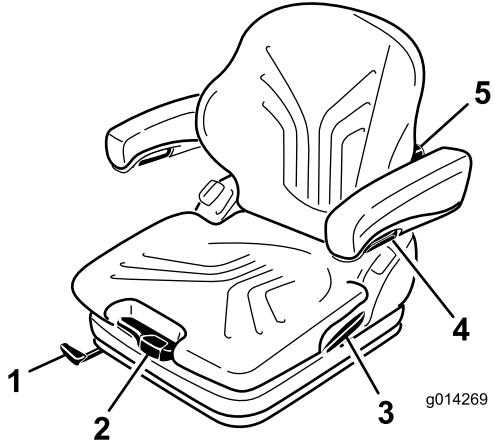

Рисунок 22
Регулировка сиденья по массе тела оператора осуществляется вытягиванием или нажиманием рычага регулировки по массе тела (Рисунок 22).
1. Для регулировки поднимите рычаг, чтобы разблокировать сиденье (Рисунок 22).
Поворачивая головку регулировки вверх, можно изменять изгиб подушки верхней части спинки. Поворачивая головку регулировки вниз, можно изменять изгиб подушки нижней части спинки (Рисунок 22).
Для регулировки высоты подлокотников отделите от крышки круглый колпачок (Рисунок 22), отпустите шестигранную гайку (13 мм) под нею, отрегулируйте
Для регулировки угла подлокотника поворачивайте головку регулировки (Рисунок 22).
Поднимите вверх блокировочный рычаг для высвобождения фиксатора спинки (Рисунок 22). При высвобождении фиксатора спинки не нажмайте на нее.